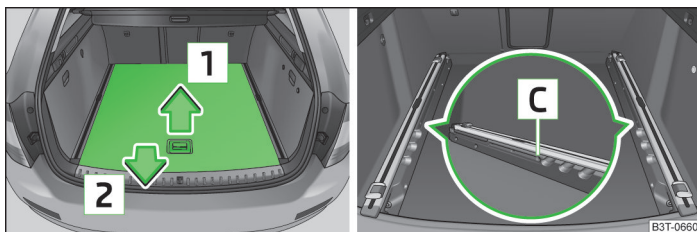

Fig. 97 Coffre à bagages : extraction partielle du plancher de chargement variable
- Saisissez la partie arrière du plancher de chargement variable par la poignée et levez-le dans le sens de la flèche **1** » fig. 97.
- Saisissez la partie arrière du plancher de chargement variable par la poignée et levez-le dans le sens de la flèche **1** » fig. 97 à la page 93.